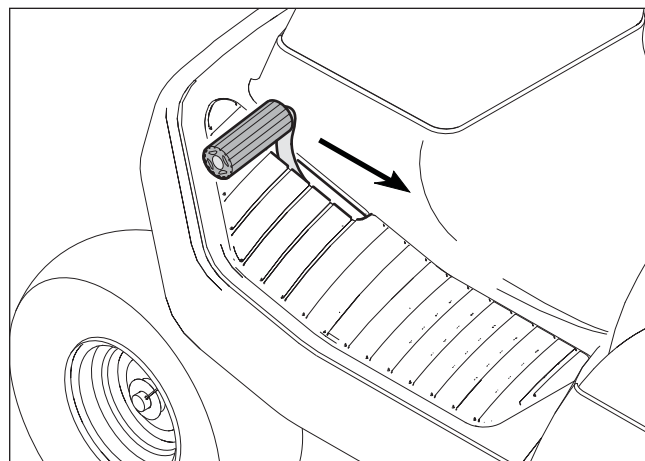

Figure 13
2. Relever lentement le pied gauche de la pédale de frein (voir la **Figure 13**).
1. Appuyer complètement sur la pédale d'embrayage/de frein (voir la **Figure 13**).
1. Appuyer complètement sur la pédale d'embrayage/de frein vers l'avant pour arrêter l'unité (voir la **Figure 13**). Conserver le pied sur la pédale.